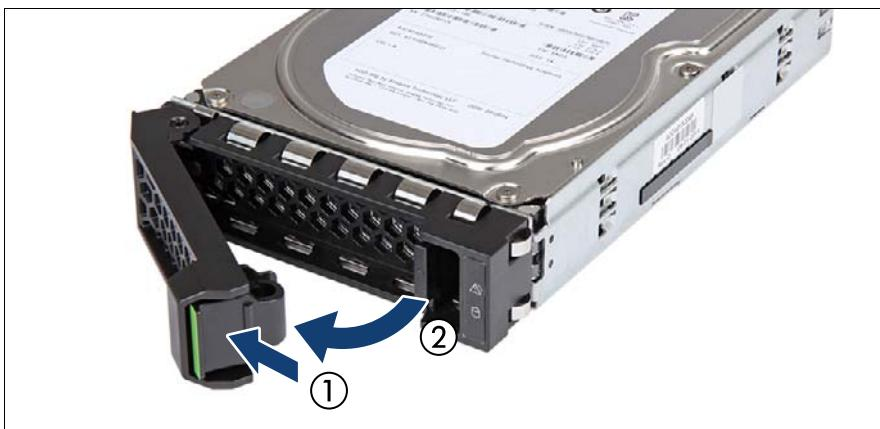

図 118: 3.5 インチ HDD モジュールのロックレバーを開く
- ▶ 緑色のロッキングラッチをはさんで、ロックレバーを開きます (203 ページ の図 118)。